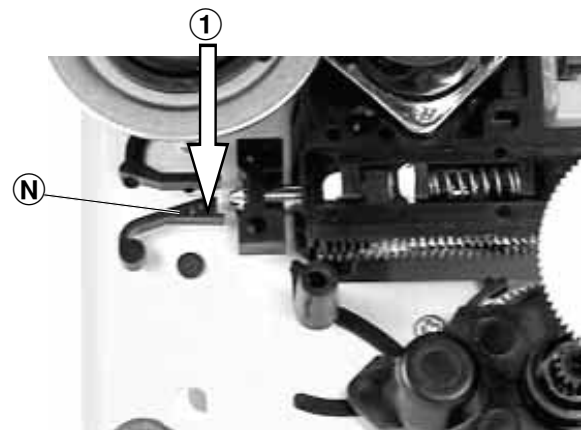

Fig. 8
- Sperre **N** vorsichtig in Pfeilrichtung **1** drücken (Fig. 8).
- Push the locking device **N** carefully in the direction of the arrow **1** (Fig. 8).